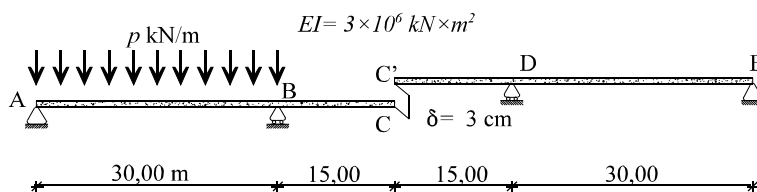

Figura 11
11) La viga de la figura 11 se construye en dos tramos, ABC y C'DE, que después se unen. Sin embargo, por un error de construcción, el punto C' está δ cm más alto que el C (ver figura). Para corregir este error se hace subir el punto C hasta C' cargando el vano AB con una cierta sobrecarga uniforme p. A continuación, cuando C coincide con C', se unen ambos tramos y se consigue la continuidad en C-C' (si bien quedará un punto anguloso). Finalmente se retira la sobrecarga p que actuaba sobre AB. Se pide: